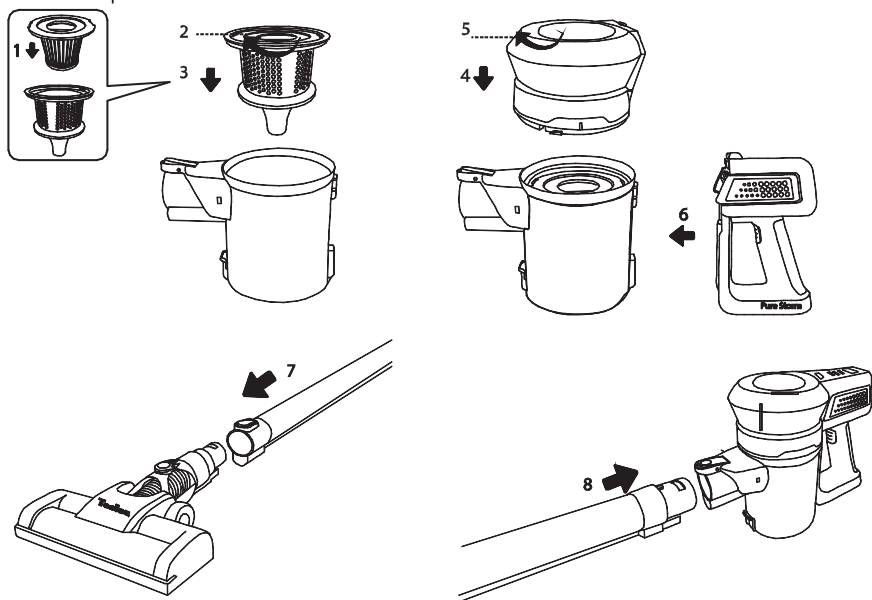

Рис. 2. Порядок сборки пылесоса
- ☒ Пылесосом можно пользоваться только в собранном виде. Убедитесь в правильности установки всех деталей и фильтров прибора. Порядок сборки пылесоса показан на рис. 2.
Порядок сборки пылесоса для использования в режиме вертикального пылесоса см. на рис. 2 (стр.8). Приступая к сборке пылесоса, убедитесь, что он не установлен на подставке, подключенной к сети питания.